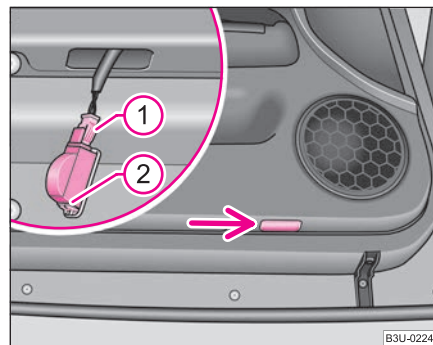

Fig. 210 Partea de jos a ușii: Lampa din zona accesului în autovehicul
- Introduceți o șurubelniță mică în fanta de lângă lampă ⇒ fig. 210 și scoateți lampa cu atenție.
- Decuplați ștecărul ①.
- Apăsați siguranța ② a capacului și scoateți capacul.